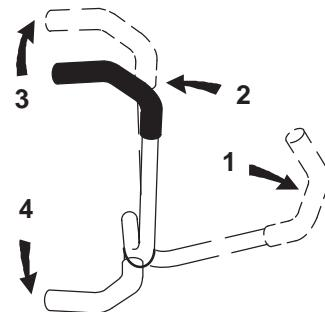

Figure 20
3. Pour vous déplacer en marche avant, poussez doucement les leviers de commande de déplacement vers l'avant (Fig. 20).
Pour vous déplacer en ligne droite, appliquez une pression égale sur les deux leviers de déplacement (Fig. 20).
Pour tourner, relâchez le levier de commande correspondant à la direction que vous voulez prendre (Fig. 20).
2. Pour vous déplacer en marche arrière, tirez doucement les leviers en arrière (Fig. 20).